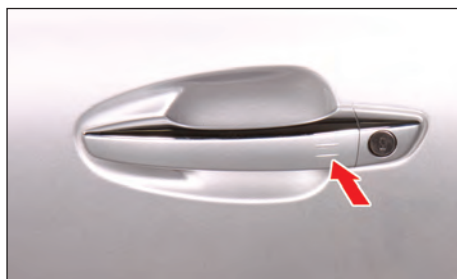

FIG.3
• Pour verrouiller les portes, appuyer avec le doigt sur l'extrémité de la poignée d'ouverture (flèche) (Fig.3).